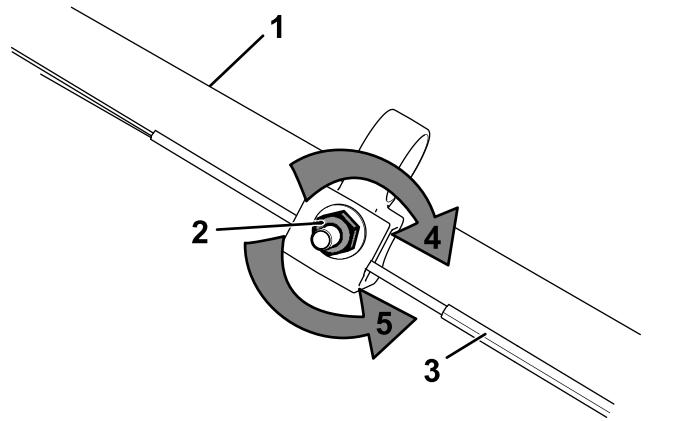

図 28
1. 調整ナットを左に回してケーブルの調整をゆるめる図 28。
2. ケーブル図 28を押し引きして適当な位置に調整できたら、その位置に保持する。